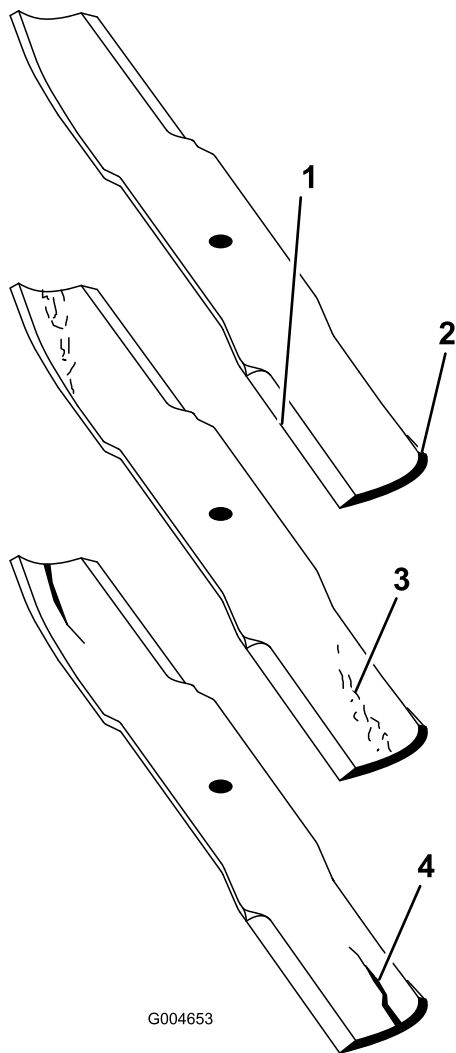

Figura 86
2. Examine cuidadosamente as extremidades da lâmina, prestando especial atenção à zona onde se encontram as partes curvas e planas da lâmina (Figura 86). Deverá verificar o estado da lâmina antes da operação de corte, já que a areia e outro material abrasivo poderá desgastar o metal que liga a parte curva e plana da lâmina. Se verificar que esta zona se encontra desgastada (Figura 86), substitua a lâmina.